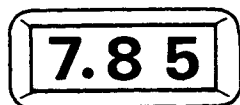

Fig. 9
- Fig.9の場合には7.85mmとなります。
Fig. 9 represents 7.85 mm.